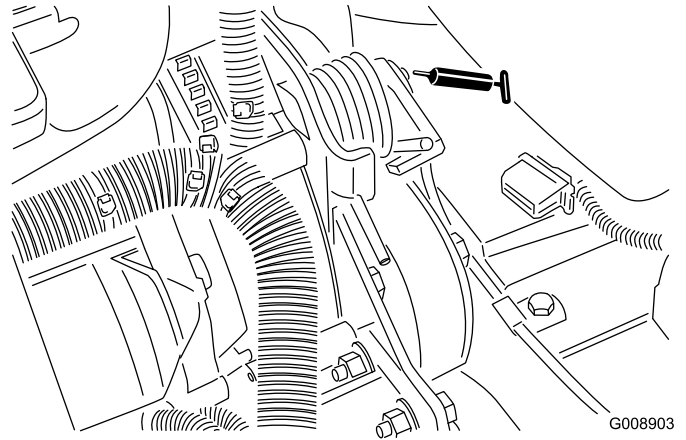

Figure 54
- Pivoit de tension de courroie (Figure 54)